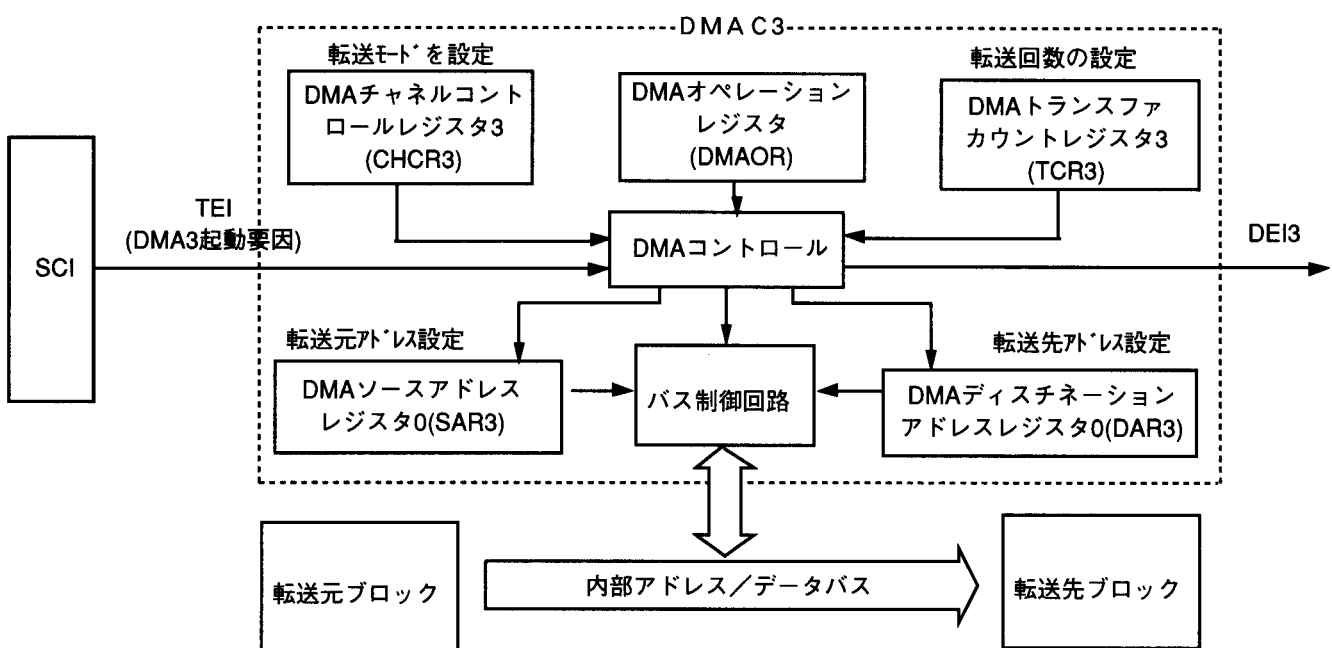

図2.11.7 DMA/ch3ブロック図
(D) 図2.11.7に本タスク例で使用するDMAC/ch3のブロック図を示します。本タスク例はDMAC/ch3の以下の機能を使用してブロック転送を行います。